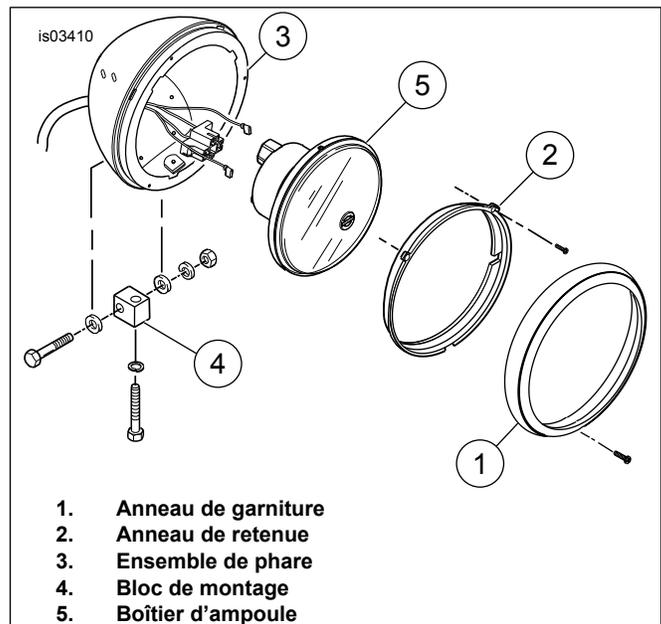

Figure 1. Ensemble de phare
3. Voir Figure 1. Retirer la vis de l'anneau de garniture et l'anneau de garniture (1).
4. Retirer les trois vis d'anneau de retenue et l'anneau de retenue (2) de l'ensemble de phare (3). Retirer l'ampoule du connecteur.
9. Voir Figure 1. Retirer le bloc de montage (4) et la visserie du bloc de montage.